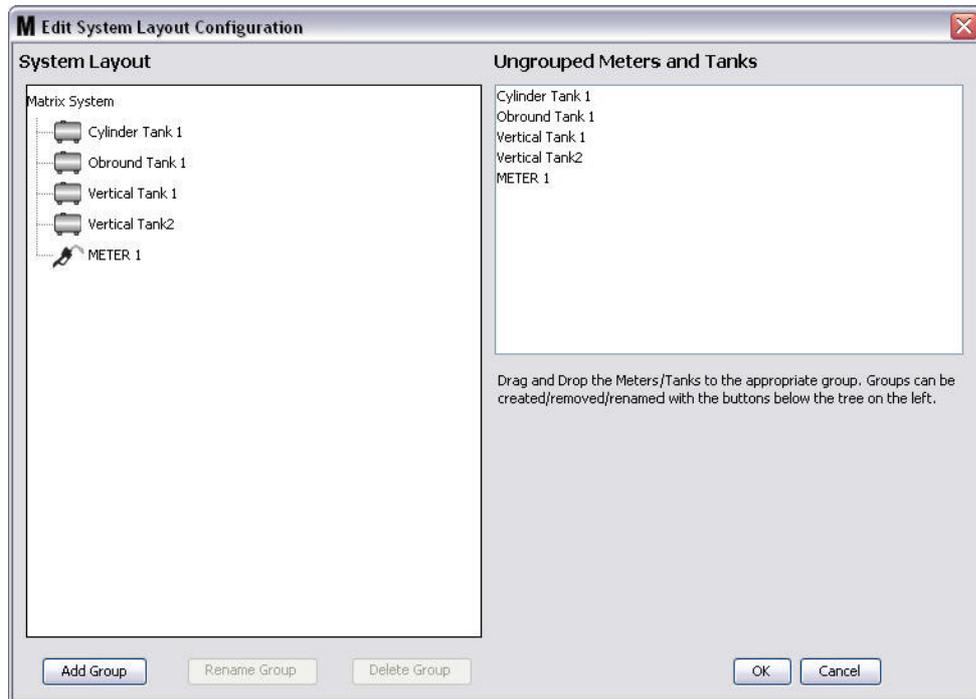

ABB. 125
3. Das in ABB. 125 gezeigte Fenster „Systemlayout-Konfigurierung bearbeiten“ erscheint.
4. Klicken Sie auf die Schaltfläche „Gruppe hinzufügen“ (ABB. 125), um eine neue Gerätegruppe zu erstellen.